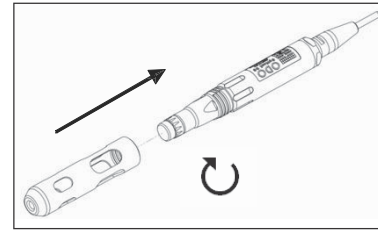

图 4
3. 将测量杯仔细地从传感器上套过去，并将其顺时针旋到电缆/探头组件上，将测量杯重新安装到组件上。(图4)